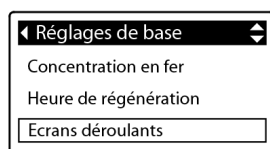

FIG.40
3. Appuyez sur SELECT (O) pour afficher le menu Réglages de base (Figure 40).
7. Pour désélectionner un écran, vérifiez que son nom est sélectionné. Puis, appuyez sur SELECT (O). Le carré noir disparaîtra. Appuyer une nouvelle fois sur SELECT (O) fait réapparaître le carré noir et resélectionne l'option. Au moins un écran doit être sélectionné.
8. Une fois les sélections terminées, quitter ce menu en appuyant sur le bouton GAUCHE (◀). L'affichage reviendra au menu Réglages de base (Figure 40).